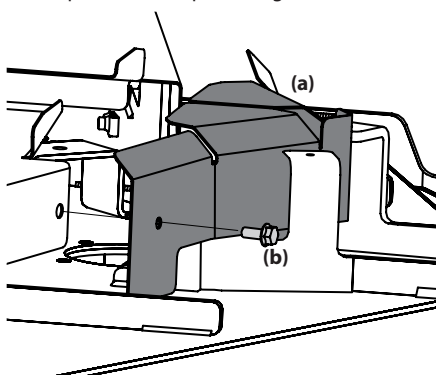

Figure 4-15
3. Pour les modèles dotés d'un couvercle de plateau de coupe, il faut retirer le couvercle à l'avant du plateau (a) pour pouvoir démonter le plateau. Pour retirer ce couvercle (a), enlevez les deux boulons hexagonaux (b) qui le fixent au plateau de coupe. Voir Figure 4-15.
13. Pour les modèles dotés d'un couvercle de plateau de coupe, réinstallez le couvercle à l'avant du plateau. Voir Figure 4-15.